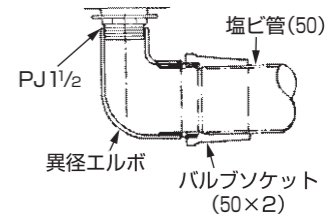

図2
- ② 直接排水の場合は、あらかじめ浴槽の排水金具にソケットやエルボをねじ込み配管をセットしてください。(図2参照)